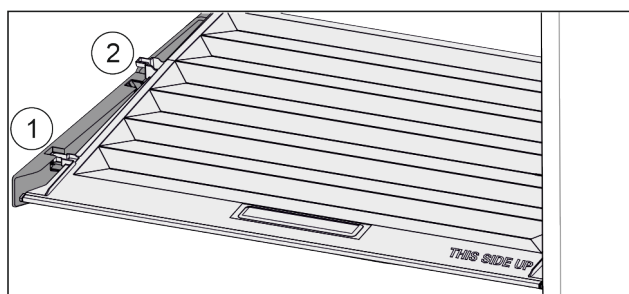

Fig. 50
- ▶ Pokrywę pociągnąć do przodu Fig. 50 (1), aż otworzy się w elementach trzymających.
- ▶ Podnieść tył od dołu i w wyjąć Fig. 50 (2) go do góry.